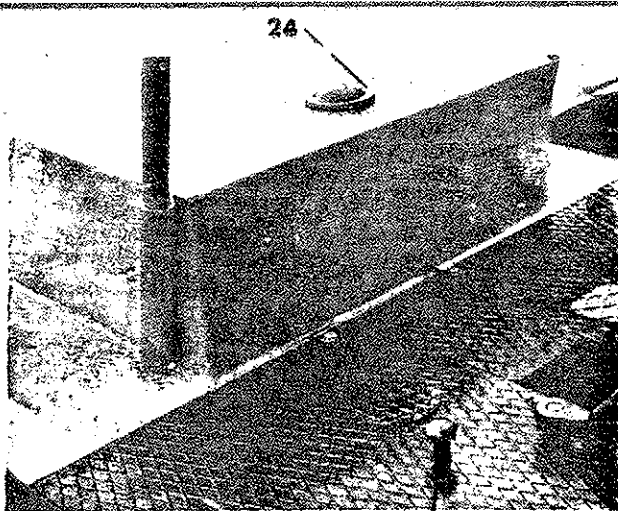

Abb. 10)
- a) Durch Drehen des Sterngriffes (Abb. 10, Pos. 23) auf dem Fahrerstand wird die Wasserberieselung für Arbeits- und Lenkwalze ein- oder ausgeschaltet. Auch kann man über diesen Sterngriff die Durchflussmenge regulieren.